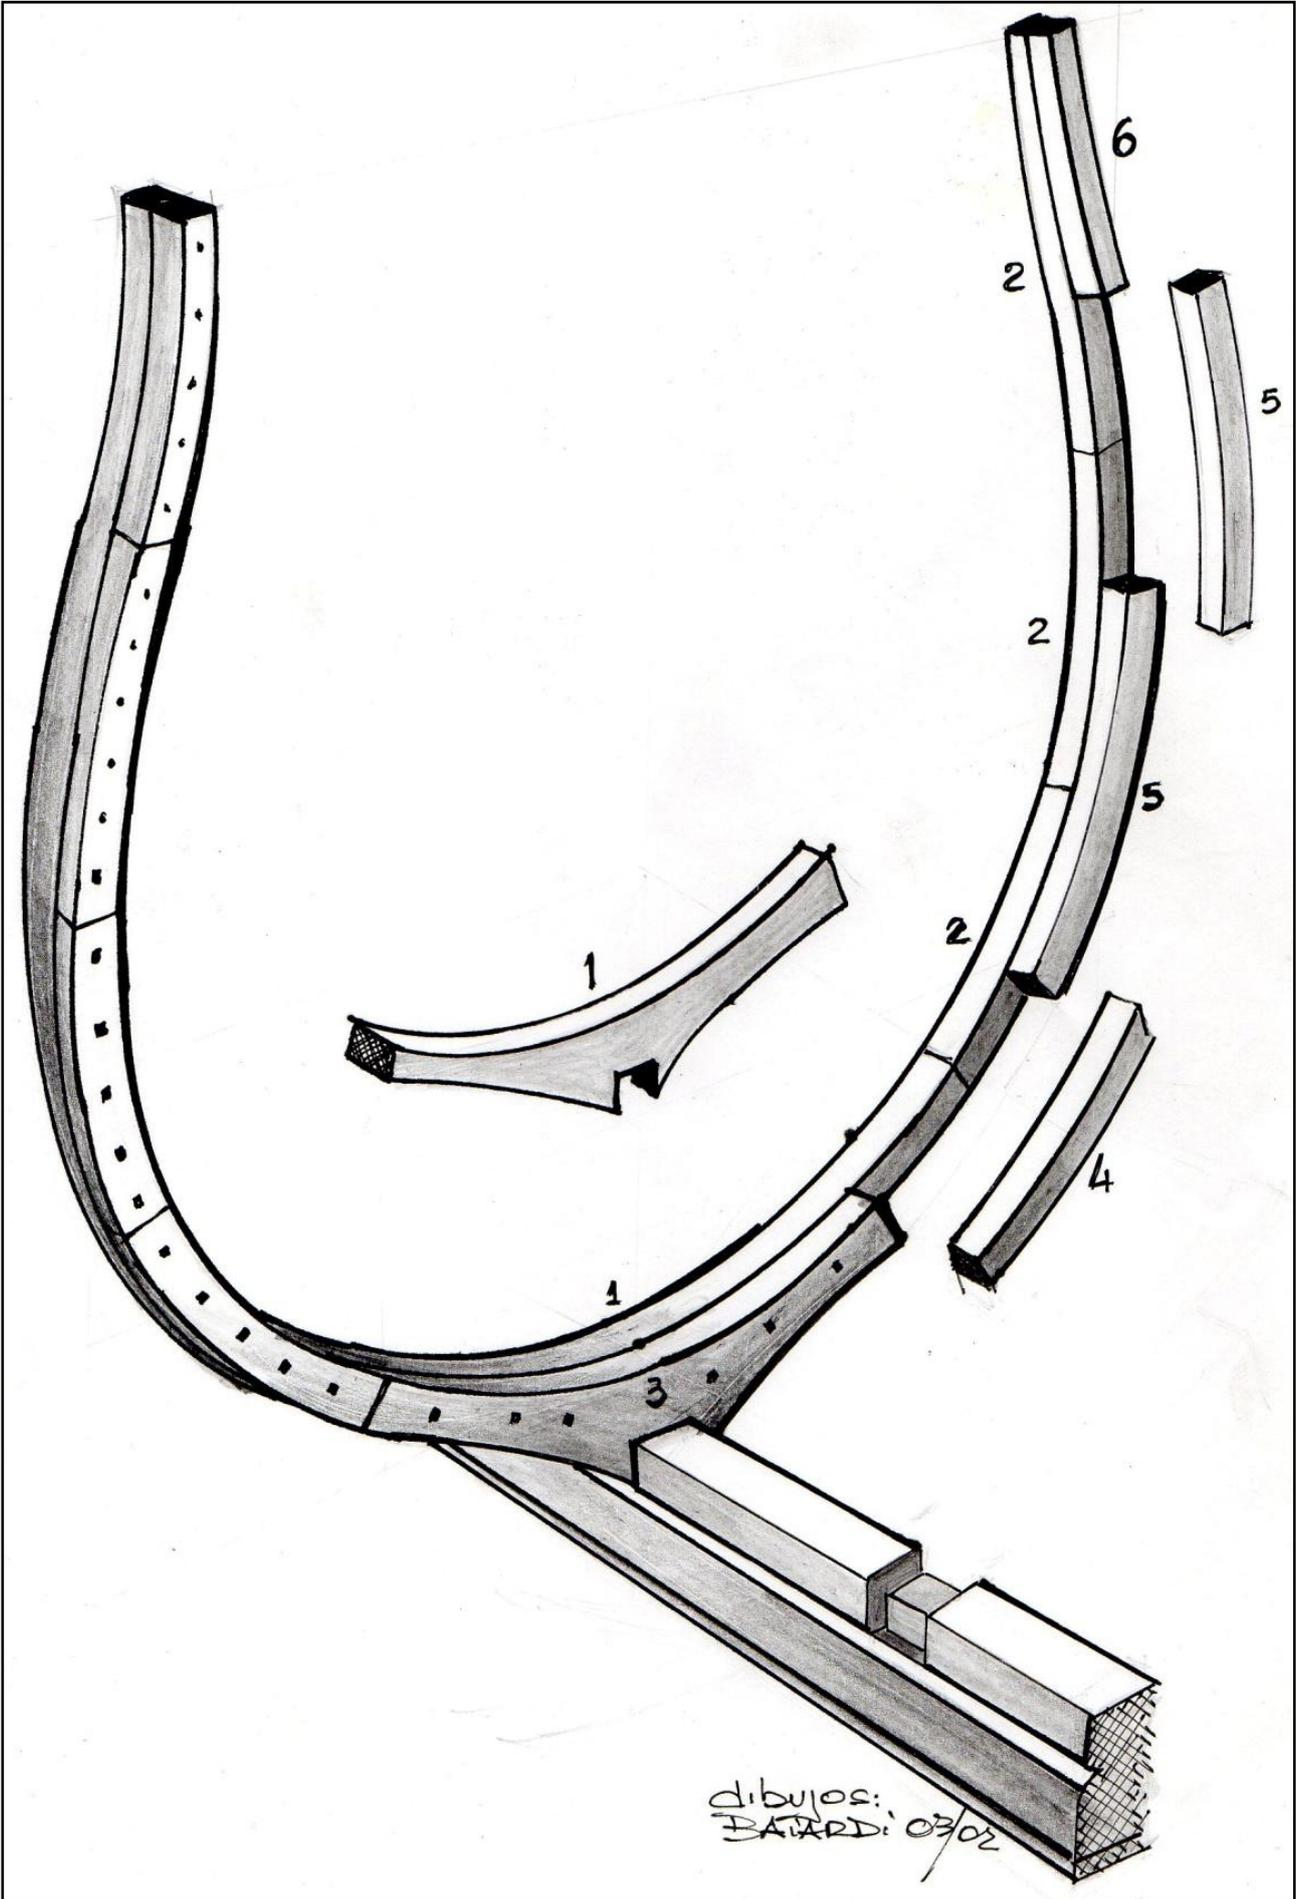

Figura 7
En la figura 7 se puede observar con más precisión la secuencia de armado de un mamparo tradicional de la época de oro de los grandes navíos de las armadas del mundo. Para la construcción del mismo hay que tener en cuenta algunos puntos:
- ⊕ Todas las partes constructivas del mamparo van pegadas, prensadas y claveteadas como se puede ver en la figura 7.